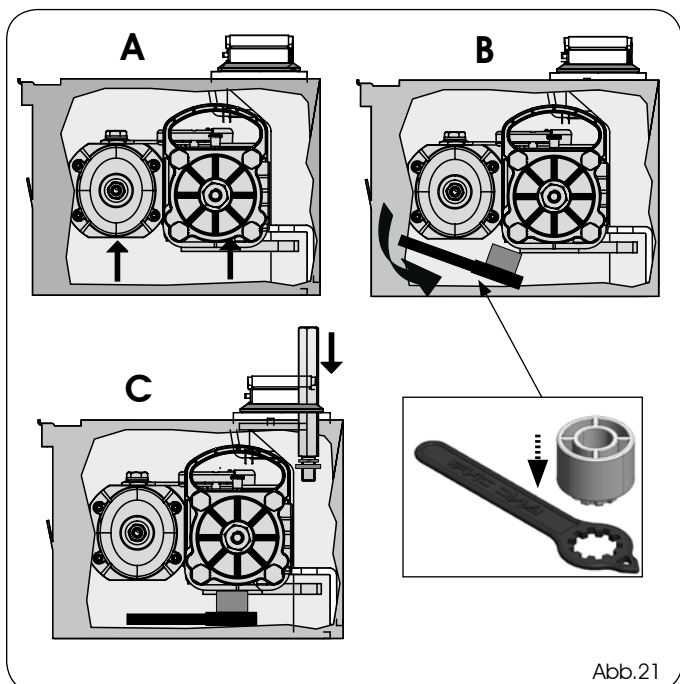

Abb.21
13) Den Antrieb mit den entsprechenden Griffen (Abb. 21, Bez. A) anheben, sodass das Ritzel in die Nutbuche im Tragegehäuse eingreift. Um den Vorgang zu erleichtern, den Antrieb leicht drehen, bis die Kupplung entsteht.
14) Den mitgelieferten Schlüssel unter den Antrieb stellen (Abbildung 21), um den Motor zu stützen.
15) Die Befestigungsschrauben mit Federring einsetzen und eindrehen (siehe Abb. 21 C), sodass der Antrieb am Tragegehäuse befestigt wird.